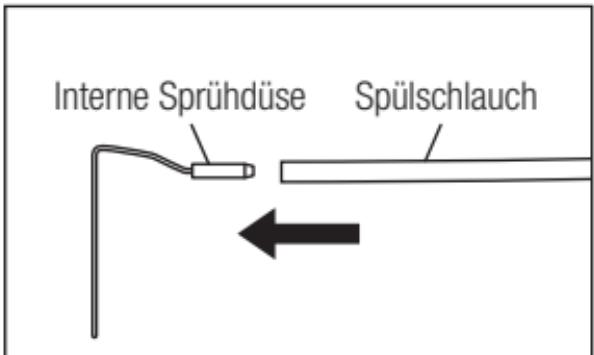

Abb. 7
- 2) Verbinden Sie die externe Wasserdüse fest mit der internen Sprühdose. (Abb. 7)